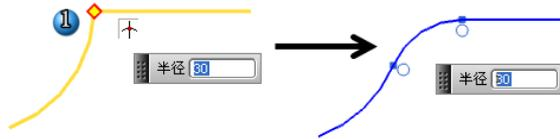

图 3-18 选择交点方式
(1) 选择交点，然后移动光标以改变圆角的尺寸或者圆角所在的象限，如图 3-18 所示。